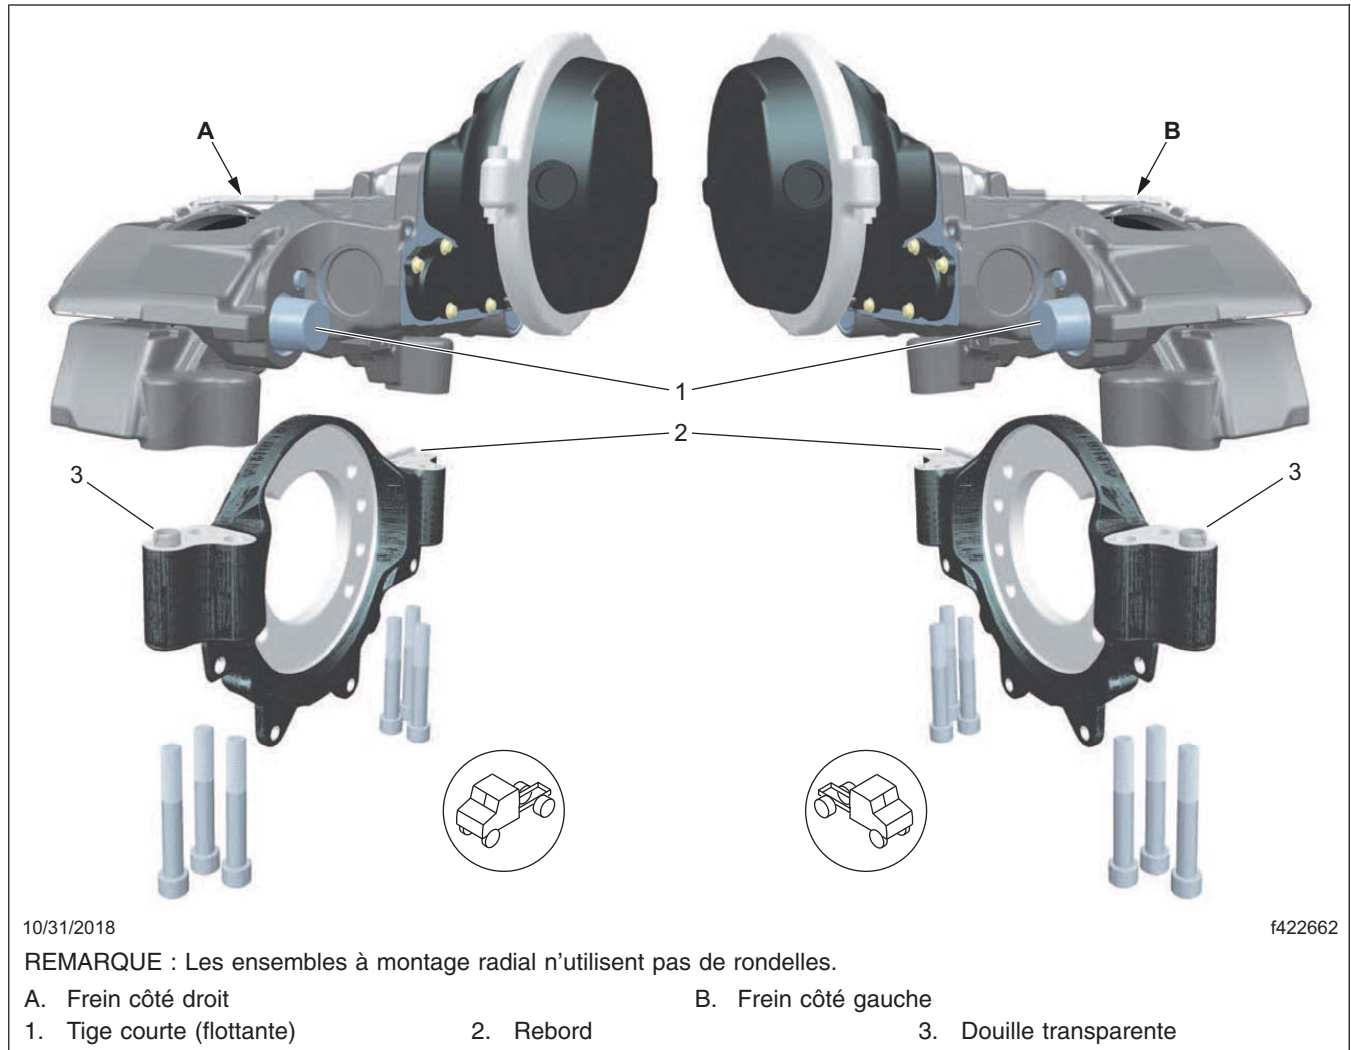

Fig. 3, Étrier Bendix à montage radial
5. Alignez chaque ensemble étrier/support avec le rotor en repoussant le côté tige fixe de l'étrier contre le rebord de la plaque de couple, puis installez l'ensemble étrier/support en utilisant les boulons de fixation de l'étrier neufs. Reportez-vous à la figure 3.